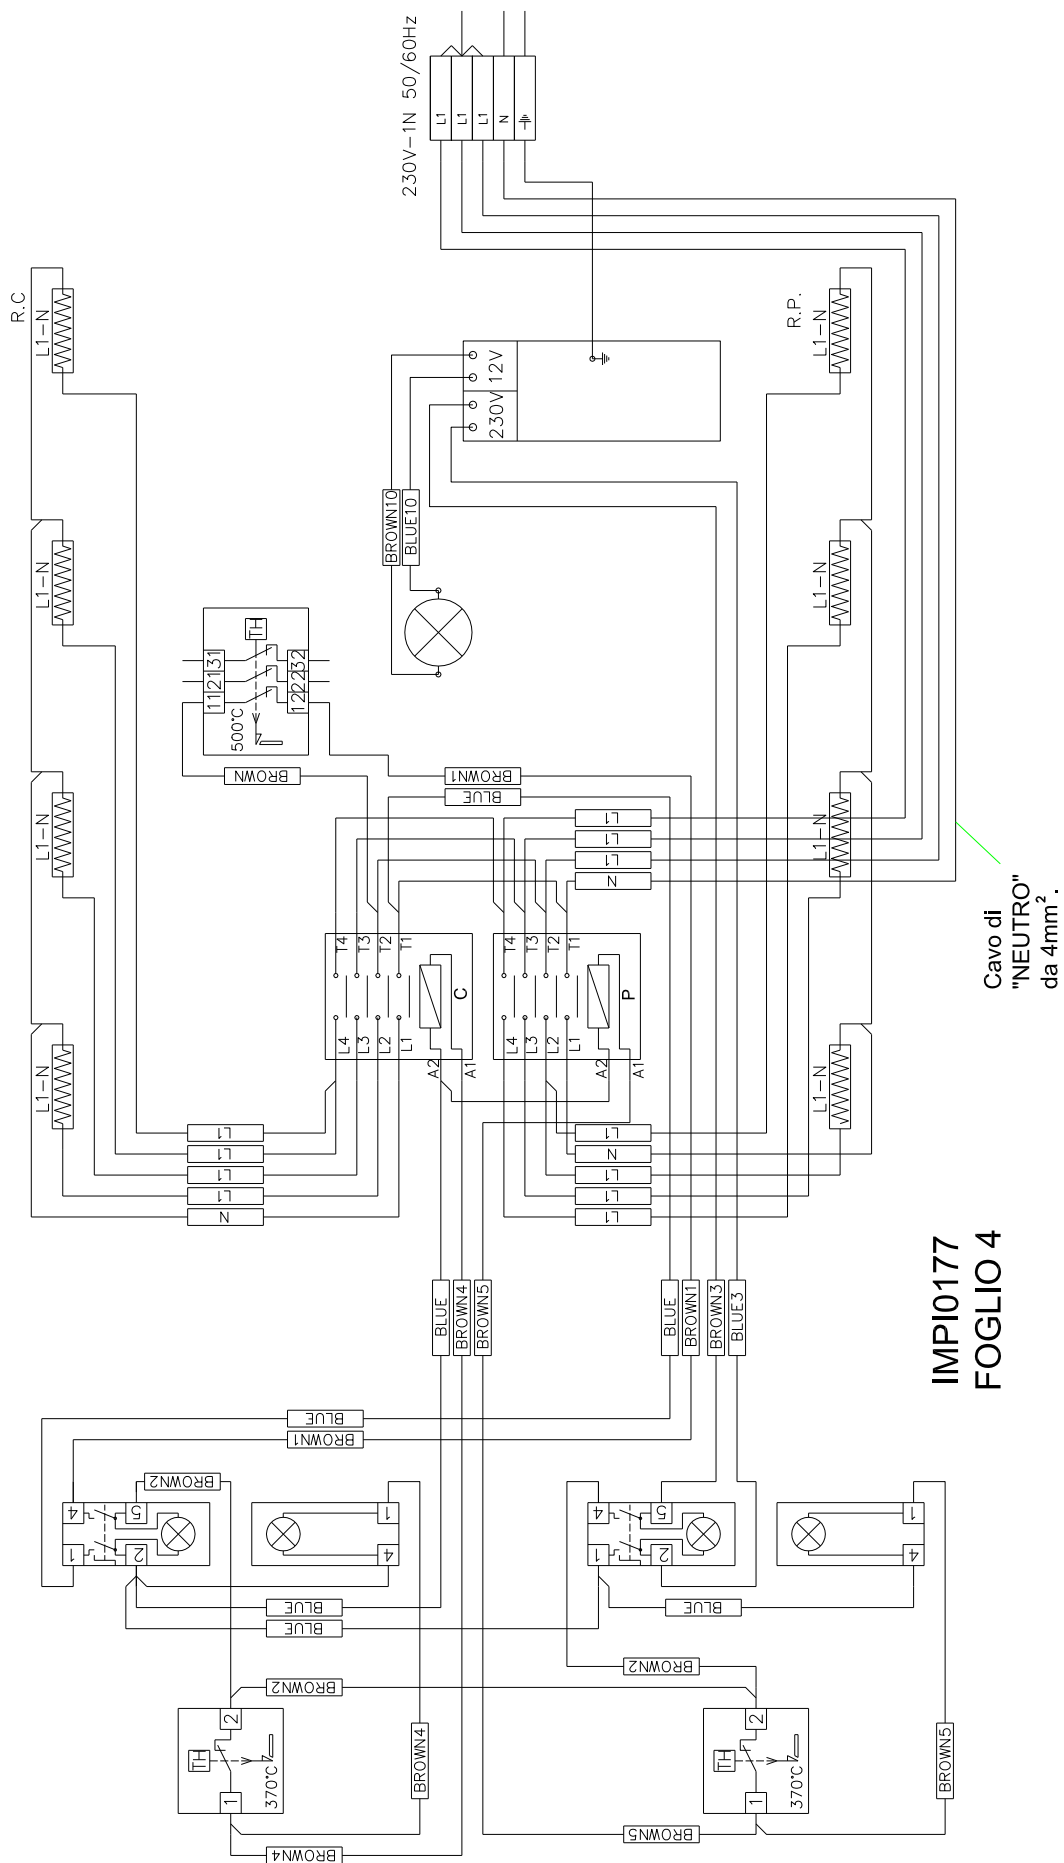

Fig.8.3 Schema elettrico PEZ430, versione a 230 Vac. 1-N
N.B. Per i forni bicamera PDZ430, versione 230Vac 1-N, a causa dell'elevato assorbimento elettrico totale, trattare le singole camere come forni monocamera con alimentazione elettrica separata per ciascuna camera; vedi schemi elettrici Fig. 8.3.
N.B. Per la versione in 230Vac 1-N dei forni bicamera PDZ430, vedere paragrafo 8.3 e schemi elettrici Fig.8.3.